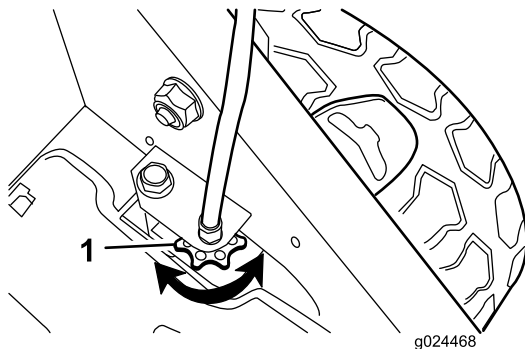

Figura 21
- Si las ruedas no giran al apretar la barra de autopropulsión, la correa de transmisión está demasiado floja. Gire el mando de control de la transmisión de las ruedas (Figura 21) una vuelta en sentido horario y repita los pasos 3 a 5.
- Si las ruedas giran antes de apretar del todo la barra de autopropulsión, la correa de transmisión está demasiado apretada. Gire el mando de control de la transmisión de las ruedas (Figura 21) una vuelta en sentido antihorario y repita los pasos 3 a 5.